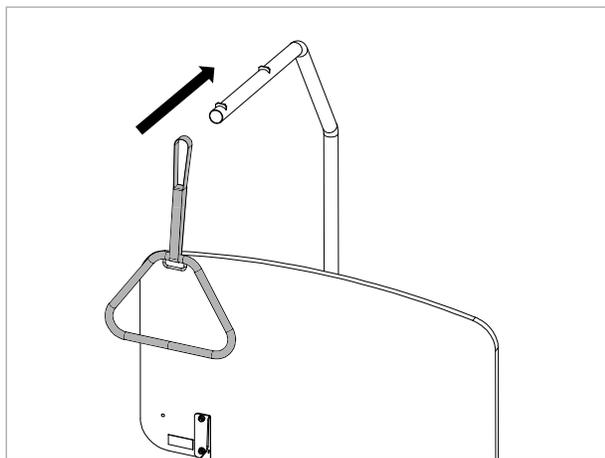

Figure 7.10.
10. Ouvrez la boucle de la courroie de fixation et glissez-la sur la potence (voir Figure 7.10).